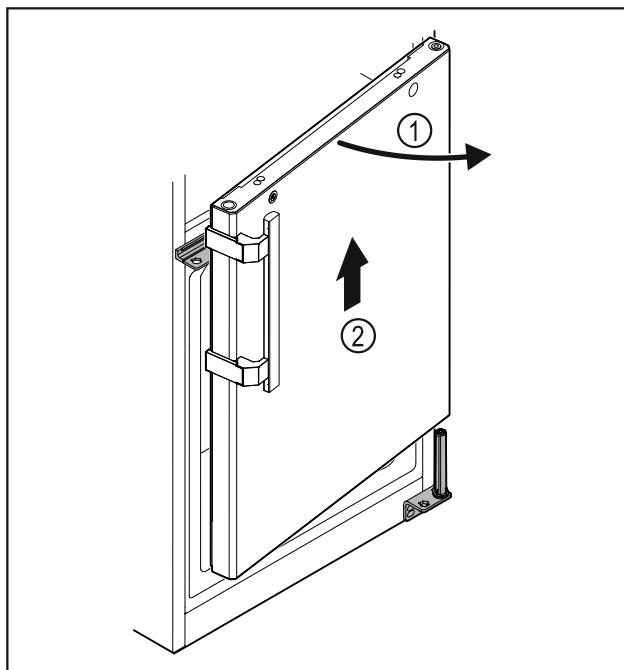

Fig. 34
- Ανοίξτε λίγο την πόρτα Fig. 34 (1), σηκώστε τη περίου 200 mm ευθεία προς τα επάνω και αφαιρέστε τη Fig. 34 (2).